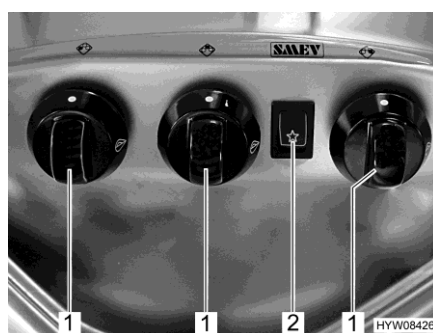

Bild 181 Reglage, knappar (gasspis)
- Vrid vridregulatorn (Bild 181,1) till önskad låga till tändningsläge (stor låga).
- Tryck på vipkontakten (Bild 181,2). Nu bildas tändgnistor vid brännaren.